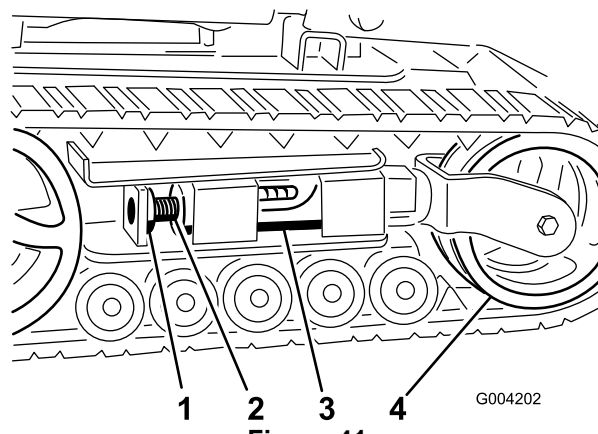
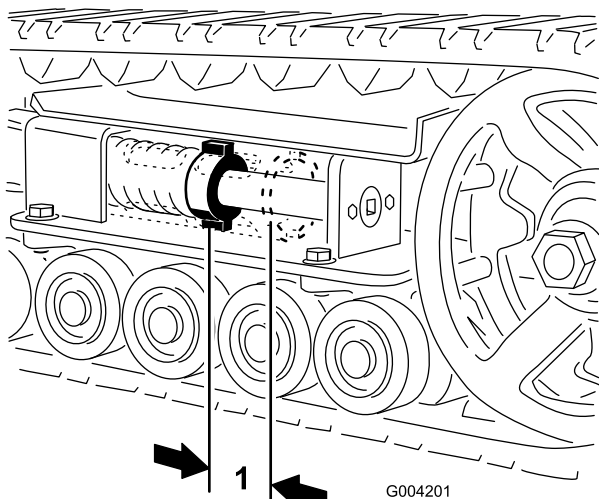
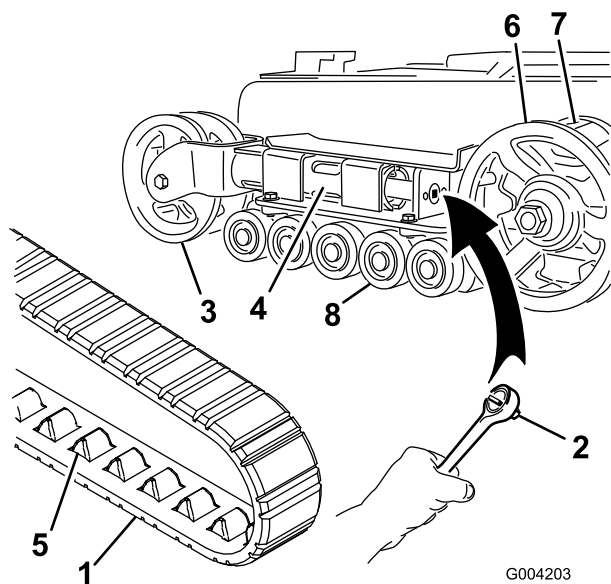
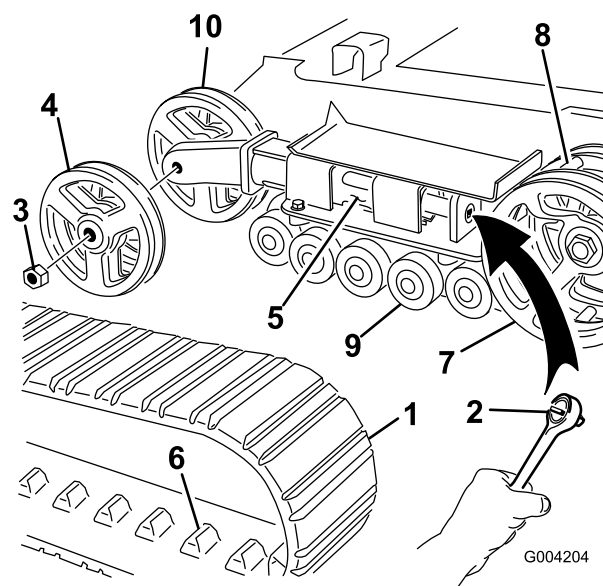

Figura 41
Figura 40
Figura 42
Figura 43
Debe haber una holgura de 7 cm entre la tuerca tensora y la parte de atrás del tubo tensor (Figura 40). Si no es así, ajuste la tensión de las orugas usando el procedimiento siguiente:
3. Retire el perno de bloqueo y la tuerca (Figura 41).
4. Usando una llave de tubo de 1/2 pulgada (Figura 42), gire el tornillo tensor en el sentido contrario a las agujas del reloj hasta que la distancia entre la tuerca tensora y la parte de atrás del tubo tensor (Figura 40) sea de 7 cm.
5. Alinee la muesca más próxima del tornillo tensor con el taladro del perno de bloqueo, y fije el tornillo con el perno de bloqueo y la tuerca (Figura 41).
4. Usando una llave de tubo de 1/2 pulgada (13 mm), alivie la tensión en la oruga girando el tornillo tensor en el sentido de las agujas del reloj (Figura 41 y Figura 42).
- Empuje la rueda tensora hacia la parte de atrás de la unidad de tracción para mover el tubo tensor contra el bastidor (Figura 42). (Si no toca el bastidor, siga girando el tornillo tensor hasta que lo toque.)
- Cuando haya retirado la oruga de la rueda tensora, retírela de la rueda motriz y de las ruedas de rodaje (Figura 42).
- Empezando en la rueda motriz, pase la oruga nueva alrededor de dicha rueda, asegurándose de que los salientes de la oruga encajen entre los dientes del piñón (Figura 42).
- Empuje la oruga por debajo de y entre las ruedas de rodaje (Figura 42).
- Gire el tornillo tensor en el sentido contrario a las agujas del reloj hasta que la distancia entre la tuerca tensora y la parte de atrás del tubo tensor (Figura 40) sea de 7 cm.
- Retire el perno de bloqueo y la tuerca (Figura 41).
- Usando una llave de tubo de 1/2 pulgada (13 mm), alivie la tensión en la oruga girando el tornillo tensor en el sentido de las agujas del reloj (Figura 41 y Figura 43).
- Empuje la rueda tensora hacia la parte de atrás de la unidad de tracción para mover el tubo tensor contra el bastidor (Figura 43). (Si no toca el bastidor, siga girando el tornillo tensor hasta que lo toque.)
- Retire la tuerca que fija la rueda tensora exterior y retire la rueda (Figura 43).
- Retire la oruga (Figura 43).
8. Retire la tuerca que fija la rueda tensora interior y retire la rueda (Figura 43).
12. Instale la rueda tensora interior y fíjela con la tuerca que retiró anteriormente (Figura 43).
14. Instale la oruga nueva, asegurándose de que los salientes de la oruga encajen entre los dientes del centro la rueda motriz (Figura 43).
15. Instale la rueda tensora exterior y fíjela con la tuerca que retiró anteriormente (Figura 43).
17. Gire el tornillo tensor en el sentido contrario a las agujas del reloj hasta que la distancia entre la tuerca tensora y la parte de atrás del tubo tensor (Figura 40) sea de 7 cm.